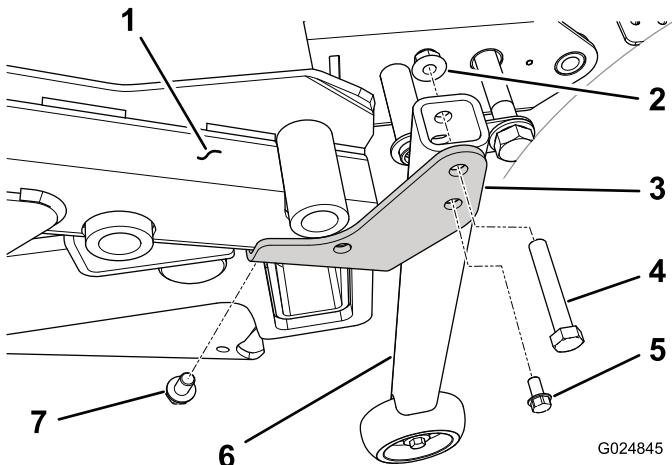

Figura 99
6. En unidades de tracción con número de serie superior a 313000001, Monte un soporte de conversión (derecho o izquierdo) en la cara inferior de cada esquina trasera del bastidor de la carcasa con un tornillo autorroscante de 3/8 x 5/8 pulgada (Figura 99). El soporte debe estar orientado hacia la parte trasera del bastidor trasero.
7. Monte el tubo de soporte vertical en el soporte de conversión (derecho o izquierdo) en cada esquina del bastidor de la carcasa con un tornillo de 3/8 x 2-1/4 pulgada y una tuerca con arandela prensada de 3/8 pulgada (Figura 99).